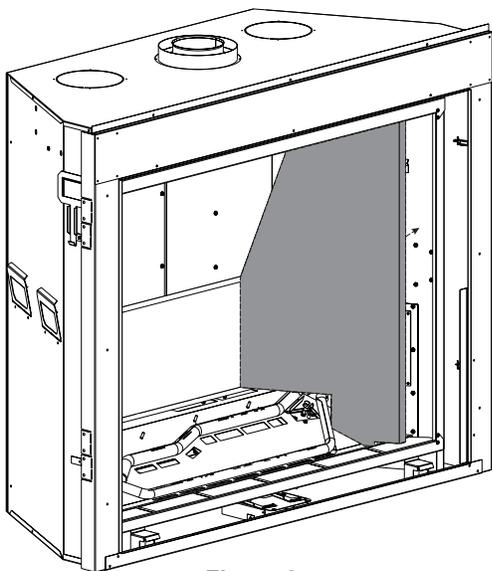

Figure 3
2. Mettre le REVÊTEMENT CÔTÉ DROIT contre la paroi droite du foyer et le REVÊTEMENT ARRIÈRE DU BAS en les poussant pour qu'ils demeurent en place. **Voir Figure 3.**